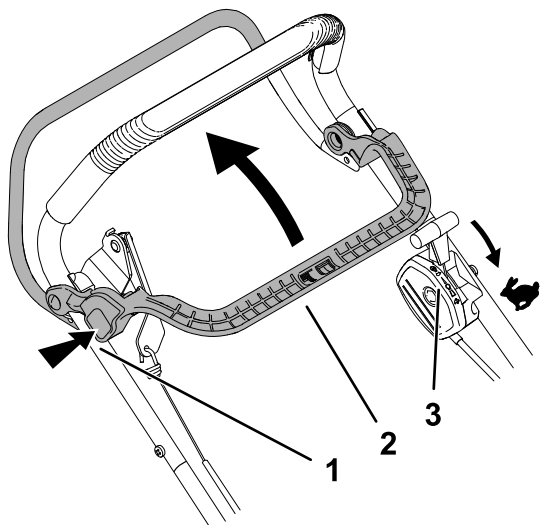

Figura 16
1. Asigurați-vă că maneta de control al accelerației este în poziția RAPID (Figura 16).
2. Apăsăți butonul de blocare a funcției BBC (blade-brake clutch) și trageți maneta de comandă a funcției BBC înapoi pe mâner (Figura 16).